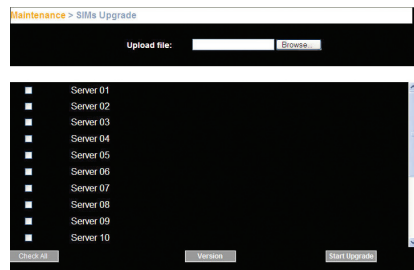

Figure 22 Mise à niveau des MIS
1. À partir du menu, cliquez sur « SIM Upgrade » (Mise à niveau des MIS). La boîte de dialogue pour la mise à jour du micrologiciel devrait apparaître, montrant également la version du micrologiciel (voir la Figure 22).